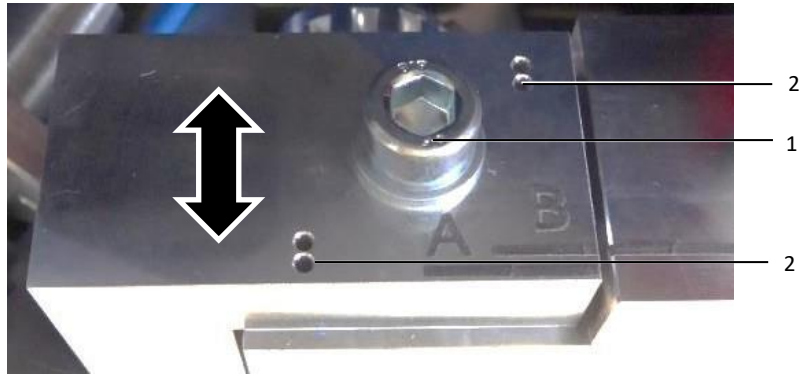

Fig. 14 : réglage de la cale d'ouverture (réglé : B)
- Desserrer la vis de blocage (fig. 14, pos. 1) jusqu'à ce que la plaque de réglage puisse être levée un peu au-dessus des pilotes.
- Placer la plaque de réglage dans la position souhaitée. Une paire de pilotes doit alors s'engager dans les ouvertures correspondantes (fig. 14, pos. 2).
- Resserrer à nouveau la vis de blocage (fig. 14, pos. 1).